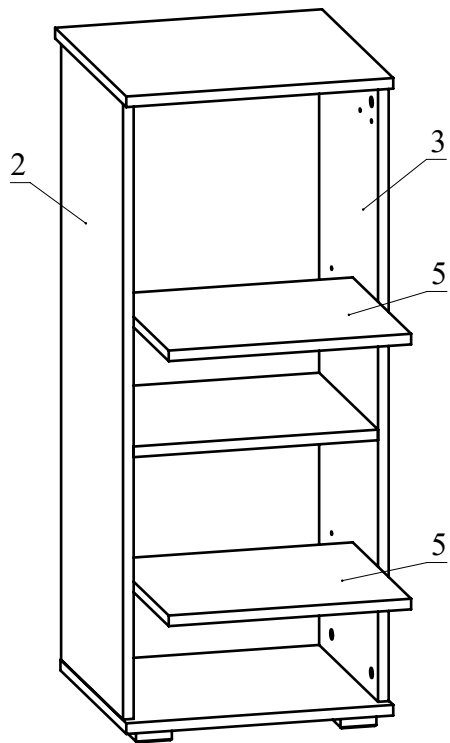

Рис.10
9. Установите детали 5 на полкодержатели (Рис. 10).